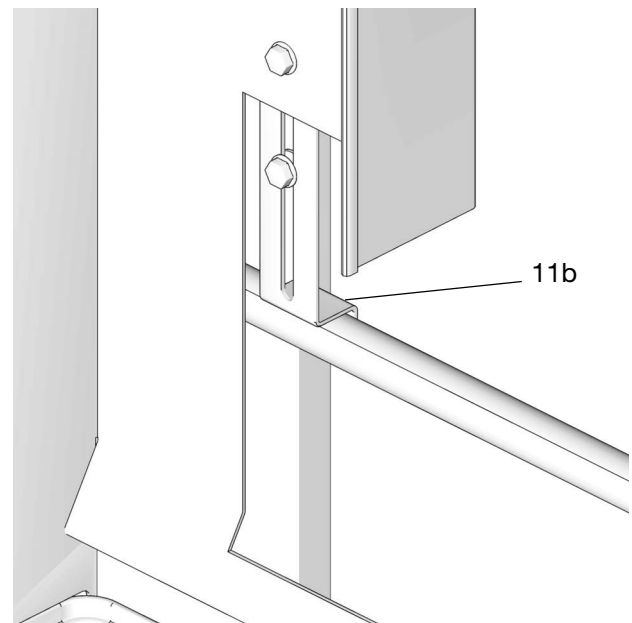

ABB. 21
- Zur Fixierung der Zählerablage in der gewünschten Position den „Z“-Winkel (11b) entsprechend anpassen (ABB. 21).